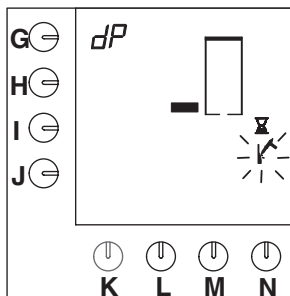

Fig. 25 Väntetid medan avkalkningsmedlet verkar
- När vattnet är uppvärmt visas ett timglas och en blinkande hammarsymbol på displayen, se (fig. 25 ). Nu följer 5 minuter väntetid medan avkalkningsmedlet verkar.